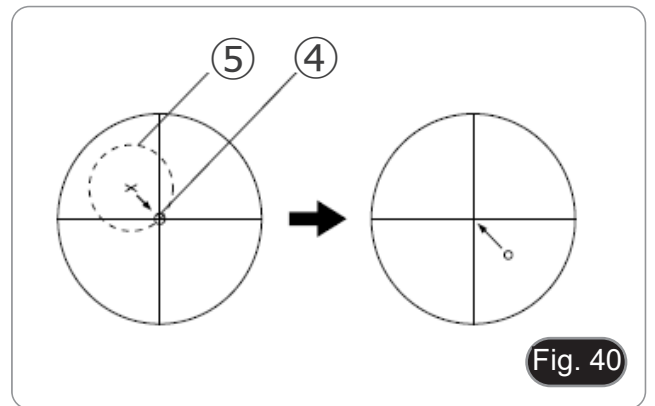

Fig. 40
3. Mova um pequeno detalhe reconhecível no campo de visão ④ usando os botões de movimento X-Y na platina e coloque-o no centro do crucifixo ocular. (Fig. 40)
5. Girando a platina, a parte focada descreverá um círculo ⑤. (Fig. 40)